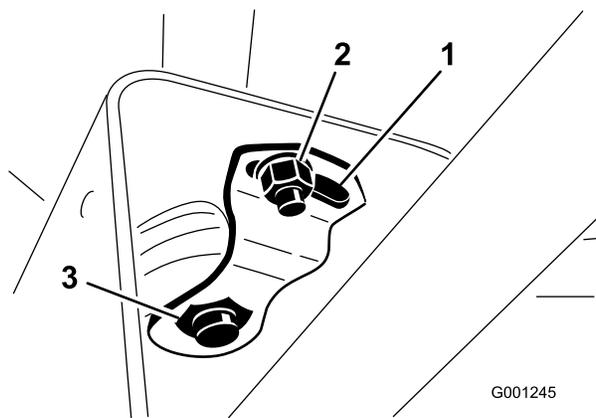

Figure 69
2. Faites coulisser le couvercle en haut de l'arbre de direction pour exposer le support de pivot (Figure 69).
3. Desserrez le petit écrou et tournez le support de pivot jusqu'à ce qu'il serre le gros écrou situé dessous (Figure 69).